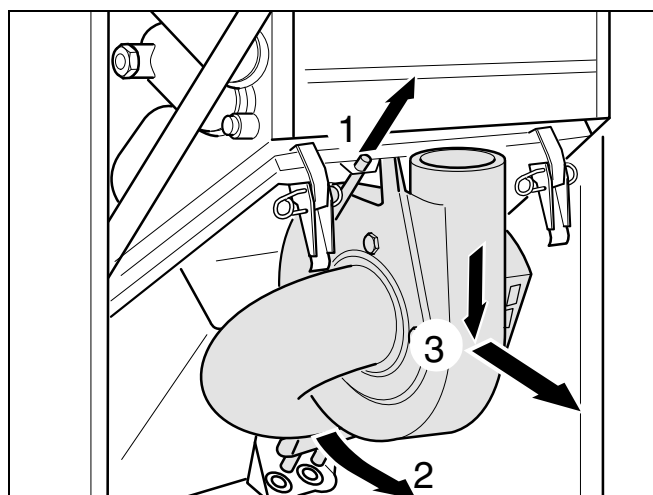

Abb. 35 Gebläse herausnehmen
- Gebläse nach oben schieben (Abb. 35, Pos. 1).
- Gebläse unten nach vorn schwenken (Abb. 35, Pos. 2) und nach unten und vorn (Abb. 35, Pos. 3) herausnehmen.